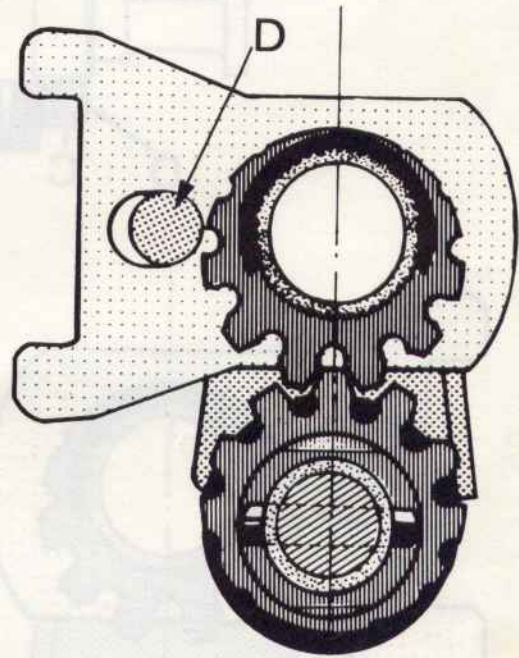
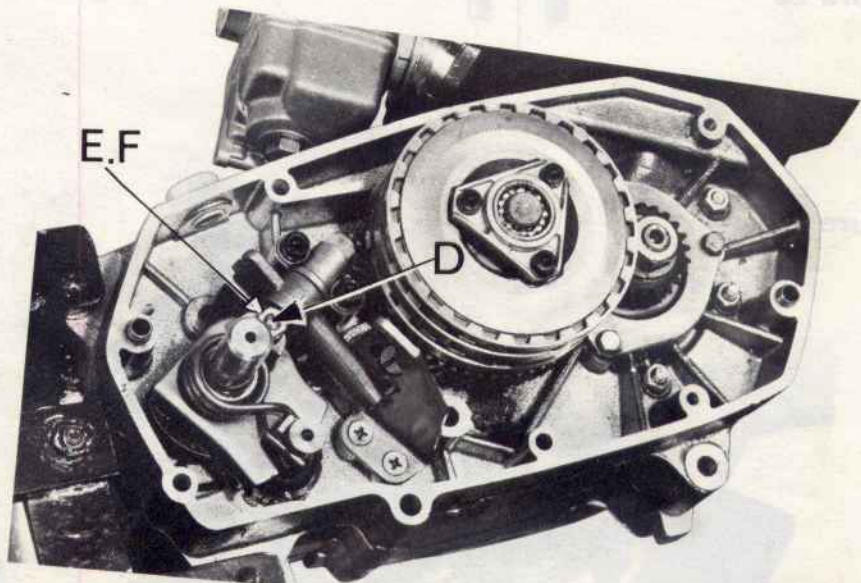

Figure 33
Figure 34
- Positionner la came de la vis de réglage D comme l'indique la figure 33, c'est-à-dire au plus près du pignon. Pour cela, desserrer le contre-écrou E et l'écrou F (figure 34), et agir sur la vis D.